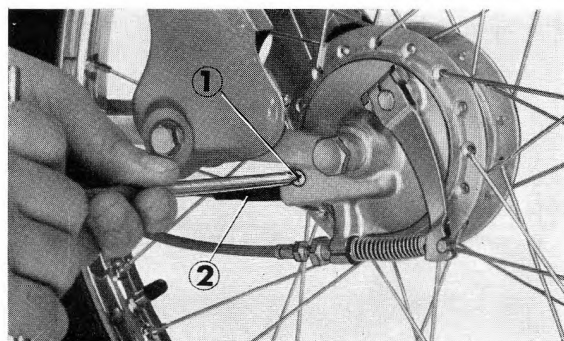

Figure 4-1 : ① vis 4×16 à fente cruciforme
2. Dévisser la vis de 4×16 , et débrancher le câble du tachymètre. (figure 4-1)